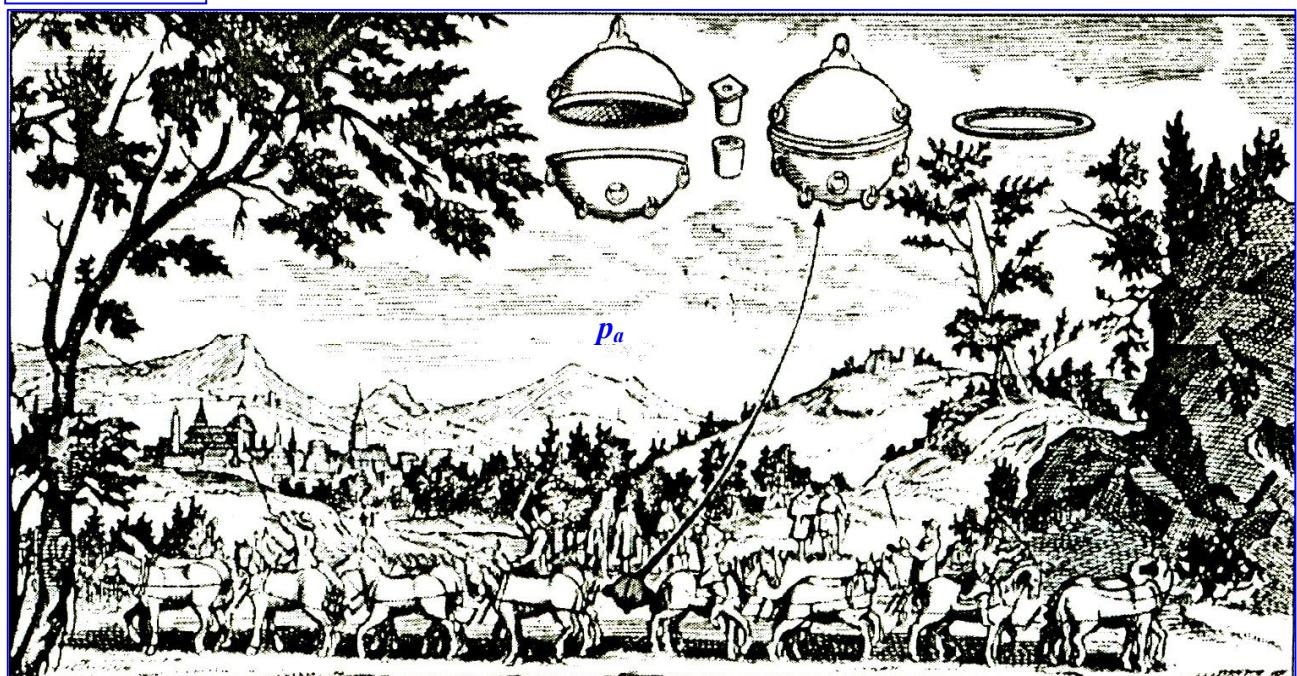

Рис. 58.3. Опыт Отто Герике в г. Магдебурге, доказывающий существование атмосферного давления.
2. В 1654 г. Отто Герике в г. Магдебурге, чтобы доказать существование атмосферного давления, произвел такой опыт. Он выкачивал воздух из полости между двумя металлическими полушариями, сложенными вместе. Давление атмосферы так сильно прижало полушария друг к другу, что их не могли разорвать восемь пар лошадей (рис. 58.3). Вычислите силу F , сжимающую полушария, если считать, что она действует на площадь, равную $S=2800 \text{ см}^2$, а атмосферное давление равно $p_a=760 \text{ мм рт. ст.}$